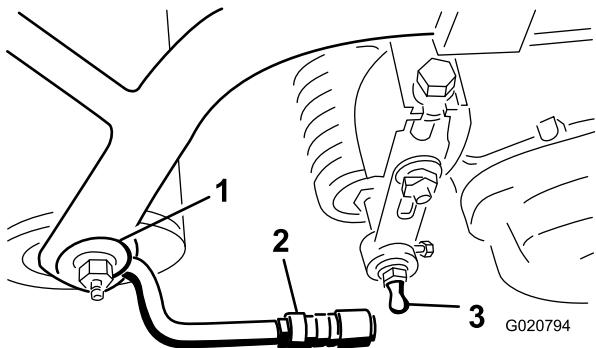

図 7
- スリーブをボールジョイントの位置まで引き戻し、レシーバーをカッティングユニットのボールスタッドに引っ掛ける。スリーブから手を離すとスタッドとジョイントが結合してロックする図 7。